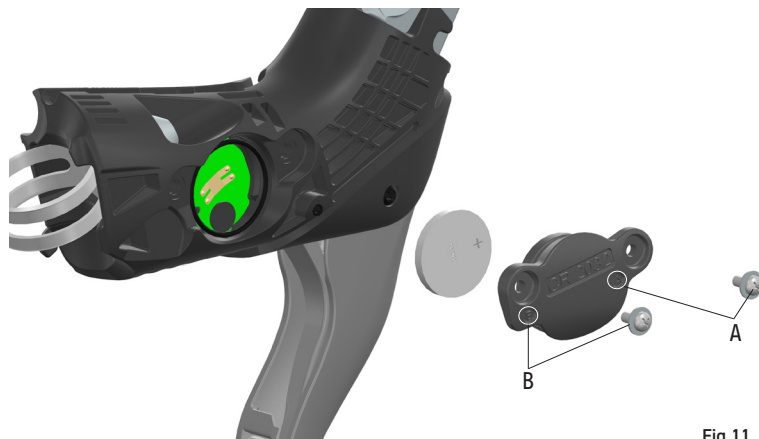

Fig.11
- Utilizzate un cacciavite a croce per svitare e rimuovere la vite e la rondella nella posizione A (Fig. 11), e poi procedete a fare lo stesso per la vite e la rondella nella posizione B (Fig. 11).
- Per rimuovere il coperchio della batteria, utilizzate la sporgenza presente sul coperchio vicino alla vite B (Fig. 11).
- Rimuovete la batteria e inserite una batteria CR2032, assicurandovi che il lato con il simbolo "+" sia rivolto verso il coperchio (Fig.11).
- Rimettete il coperchio e avvitate le due viti utilizzando un cacciavite a croce (Fig.11).